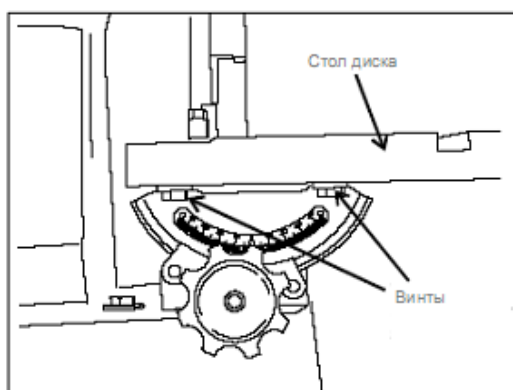

Рис. 17: Крепежные винты стола – ослабить для регулировки параллельности паза поворотного сегмента.
5. Отрегулировать стол, ослабив четыре винта под столом. Затем, перемещая стол, выровнять с обеих сторон расстояния между пазом поворотного сегмента и диском (Рис. 17).